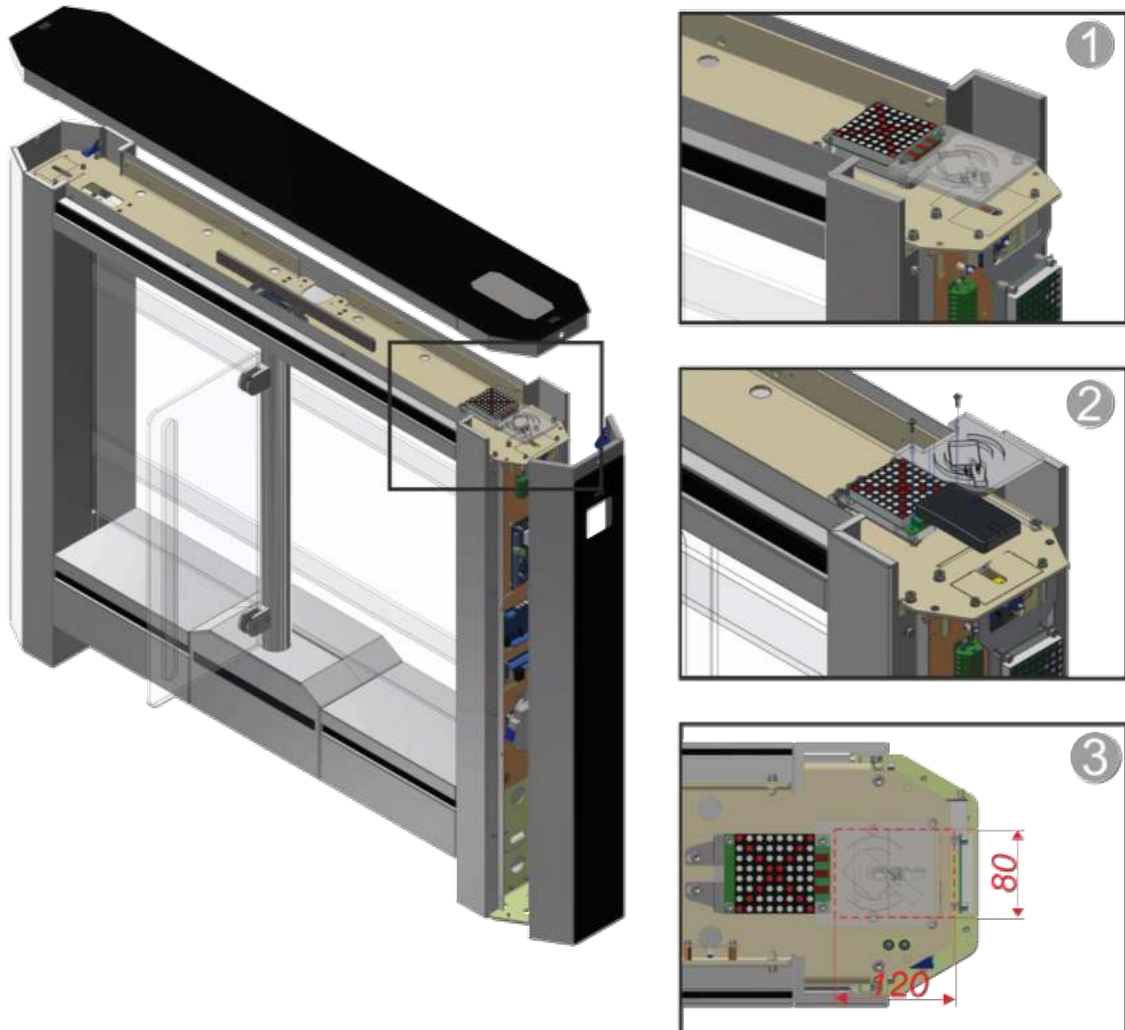

Рис.23 – Встановлення зчитувача в тумбу турнікета
- Зняти кришку *b* (або скляну стільницю) турнікета, викрутивши гвинти *a* з каркасу (див.Рис.23);